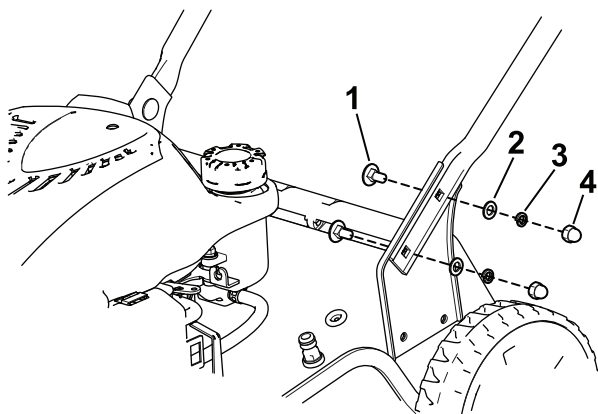

Bild 3
1. Befestigen Sie den unteren Holm mit den vier Schrauben, vier Flachscheiben, vier geteilten Scheiben und vier Muttern am Rasenmähergehäuse (**Bild 3**).